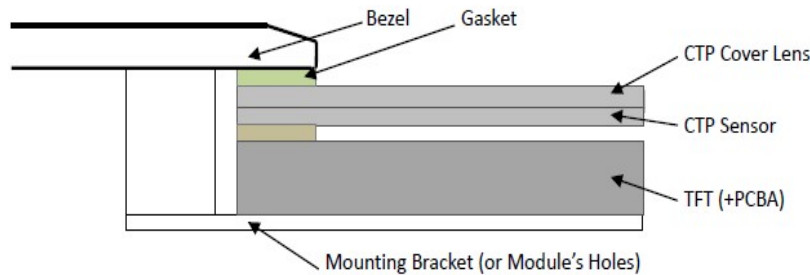

Figure 1
10.1 Bezel Mounting (Figure 1)
10.1 面框安装（附图 1）